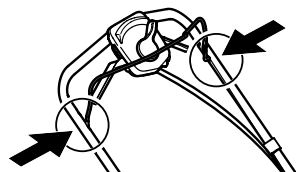

Figure 4-1
1. Lubrifiez les points de pivotement de la commande de la lame et de la commande d'entraînement avec de l'huile légère au moins une fois par saison. Ces commandes doivent se déplacer facilement dans les deux directions. Voir Figure 4-1.